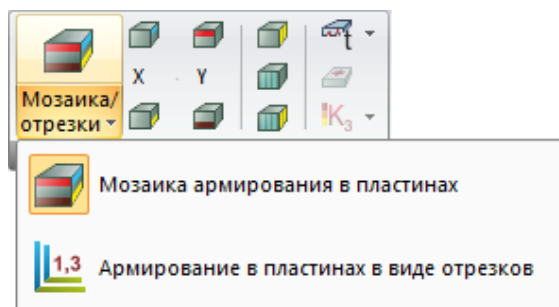

Рис. 124. Раскрывающийся список **Площадь армирования**
**Площадь армирования** (рис. 124) – раскрывающийся список с заменой, который содержит команды для выбора способа отображения площадей продольной арматуры для пластинчатых элементов: